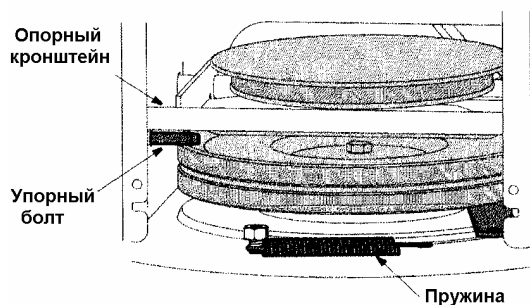

Рис. 20
7. Отцепите пружину с болта на кожухе шнека, чтобы ослабить натяжение ремня (см. рис. 20).
8. Отведите упорный болт до тех пор, пока опорный кронштейн не соприкоснется со шкивом шнека (см. рис. 20).